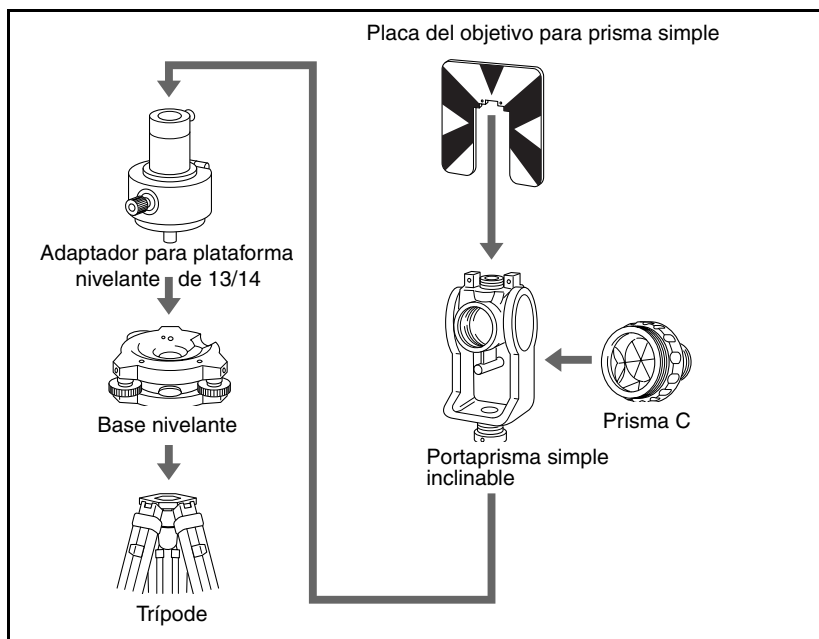

Figura 2.4 Armado del prisma reflector
1. Arme el prisma reflector como se muestra en la Figura 2.4.